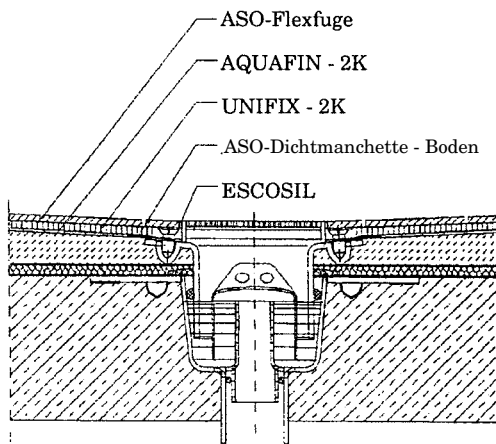

Fig. 8 : Solution technique pour siphons p.ex. avec PASSAVANT WAL® Selecta avec adaptateur AVSelecta
5.3.3 ÉCOULEMENTS MÉTALLIQUES OU EN PVC (FIG. 8)